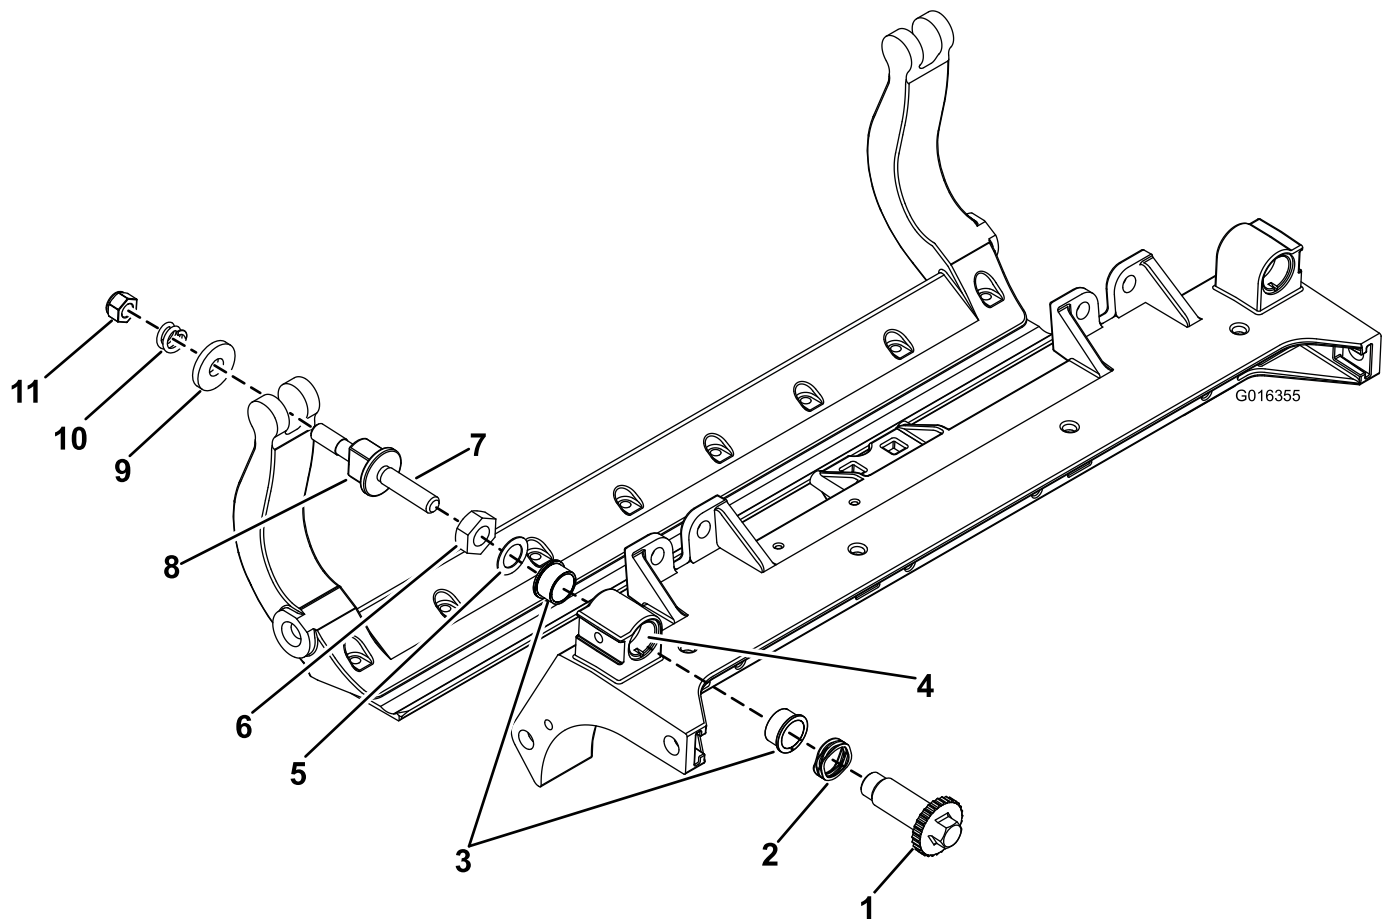

Bild 33
1. Entfernen Sie alle Teile, siehe *Installationsanleitung* für das HD-DPA-Kit, Modellnr. 120-7230, und Bild 33.
2. Tragen Sie ein Gleitmittel innen im Büchsenbereich am mittleren Schneideinheitrahmen auf (Bild 33).
3. Fluchten Sie die Keile an den Flanschbüchsen mit den Schlitzen im Rahmen aus und setzen Sie die Büchsen ein (Bild 33).
4. Legen Sie eine Wellenscheibe auf die Einstellerwelle und schieben Sie die Einstellerwelle auf die Flanschbüchsen im Rahmen der Schneideinheit (Bild 33).
5. Befestigen Sie die Einstellerwelle mit einer Flachscheibe und einer Sicherungsmutter (Bild 33). Ziehen Sie die Sicherungsmutter mit 20-27 N·m an.
- B. Legen Sie eine Stahlscheibe außen auf jede Nylonscheibe (Bild 33).